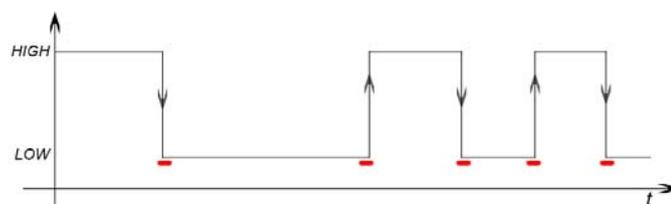

Рис. 2.4.2. Схема условия срабатывания прерывания CHANGE [4]
**CHANGE** – прерывание вызывается при смене сигнала от LOW к HIGH и наоборот. Функция выполняется только один раз при любой смене сигнала (рис. 2.4.2) [4].